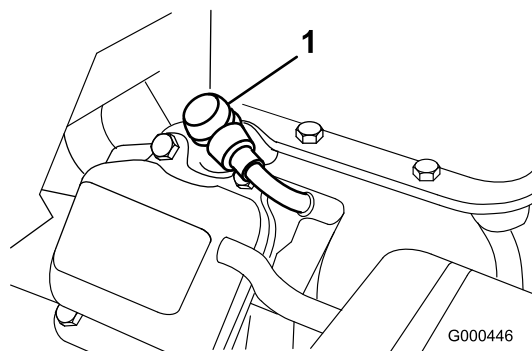

Figura 25
1. Retire o cabo da vela moldado (Figura 25).